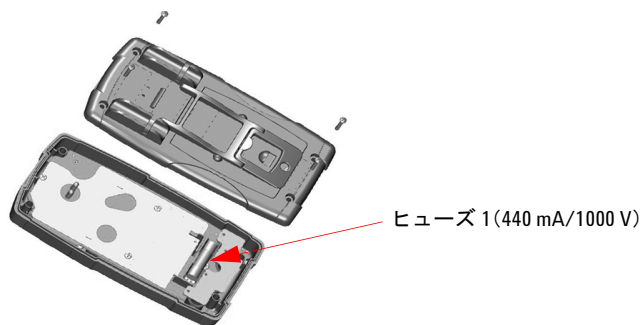

図4-2 ヒューズ1の交換
- 3 故障したヒューズ1の一端を静かに持ち上げて、ヒューズ・ブラケットからヒューズを取り出します。図4-2を参照してください。